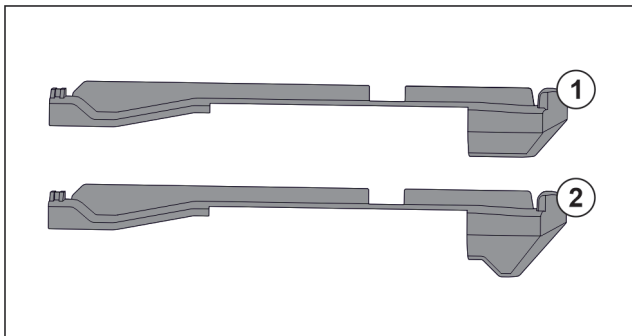

Fig. 78 Porównanie elementów nasadzanych
W urządzeniu znajdują się dwa różne elementy nasadzane. Element nasadzany nad najniższą szufladą Fig. 78 (2) posiada trójkątną krawędź. Wszystkie pozostałe elementy nasadzane Fig. 78 (1) mają prostą krawędź.
- ▶ Element nasadzany Fig. 78 (2) z trójkątną krawędzią umieścić nad najniższą szufladą.
- ▶ Element nasadzany Fig. 78 (1) z prostą krawędzią umieszczać we wszystkich pozostałych miejscach.